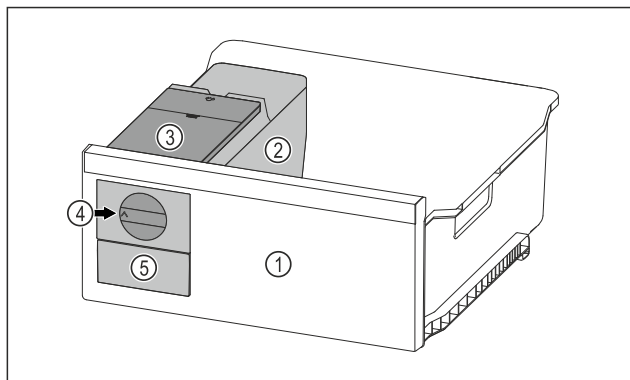

Fig. 165 Примерно изображение
- ▶ Завъртете въртящото се копче Fig. 165 (4) по часовниковата стрелка до упор.
- ▶ Ледените кубчета падат от формата за ледени кубчета в чекмеджето за ледени кубчета Fig. 165 (5). Ако не всички ледени кубчета се освобождават от формата за ледени кубчета: